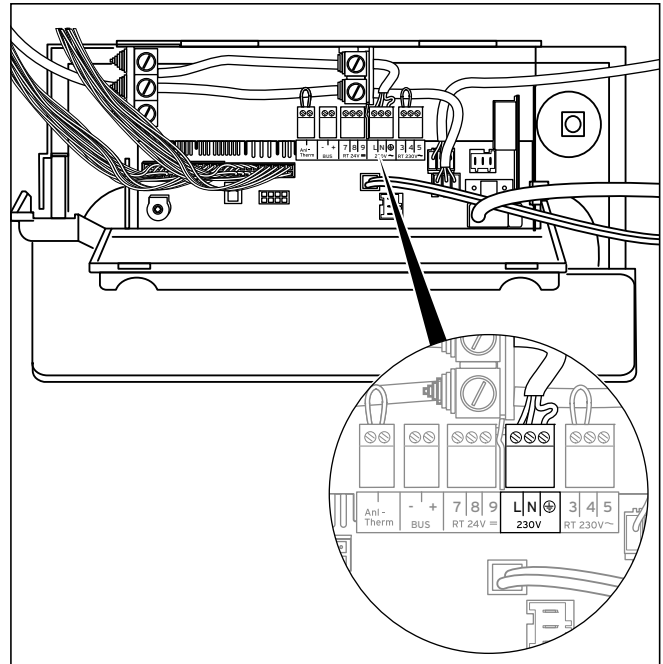

Fig. 5.11 Tilslutning af netforsyningsledning
- Før netforsyningsledningen hen til tilslutningsniveauet i kontrolboksen, som vist på **fig. 5.11**.